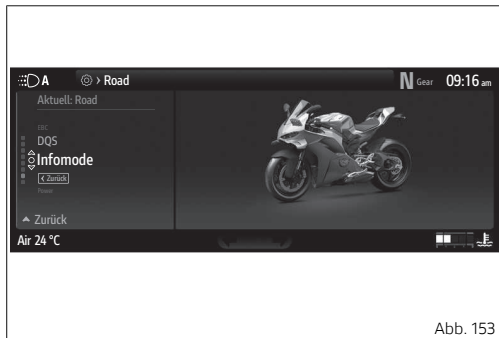

Abb. 153
- Die Angabe „Infomode“ (Abb. 153 S.212) markieren, dann die Taste ○ drücken.